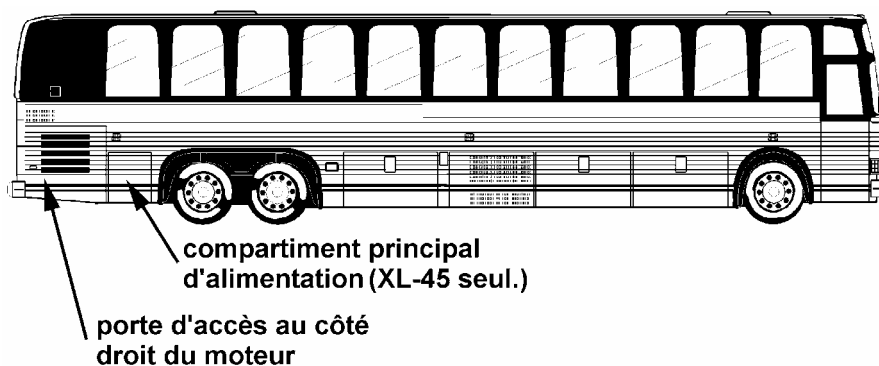

FIGURE 8 : COMPARTIMENTS ET PORTES D'ACCÈS
1. Ouvrir la porte d'accès au côté droit du moteur (figure 8).
5. Couper l'alimentation électrique en mettant l'interrupteur principal d'alimentation en position d'arrêt "OFF". L'interrupteur est situé dans le compartiment principale d'alimentation (figure 8).